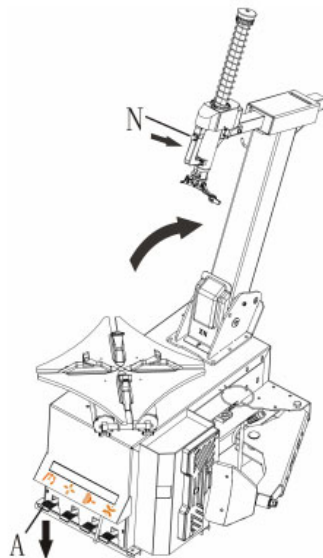
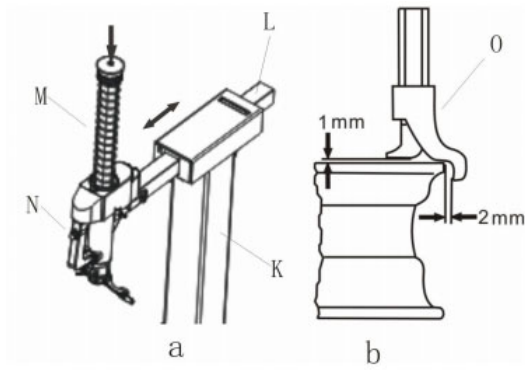

Abb.18
Abb.21
- Drücken Sie den Schaltergriffknopf N (Abb.18), um den Arm zu fixieren.
- Drücken Sie das Pedal A (Abb.18), um die Säule in die Arbeitsposition zurückzubringen. Ziehen Sie den Schaltergriff N zurück (Abb.21-a), damit der Arm L und die Sechskantsäule M frei beweglich sind. Drücken Sie N und dann M, um den Montagekopf O gegen die Felge zu bringen (Abb.21-b). Drücken Sie den Schaltergriff N, um den Arm und die Sechskantsäule zu fixieren. Stellen Sie sicher, dass der Montagekopf einen Abstand von 1~2 mm vom oberen Rand der Felge und 2 mm vom äußeren Rand der Felge hat, um Kratzer auf der Felge zu vermeiden.